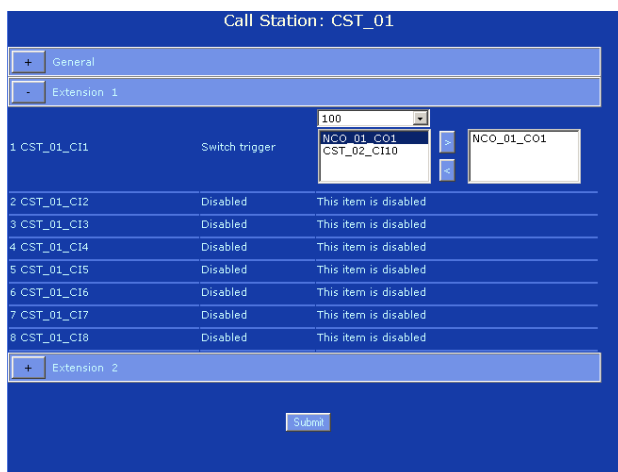

figura 36.42: Zone emergency status, passaggio 5
- 5 Selezionare l'uscita che deve essere assegnata all'azione. Vedere figura 36.42 per un esempio e fare clic sul pulsante **>** per assegnare l'uscita all'azione.